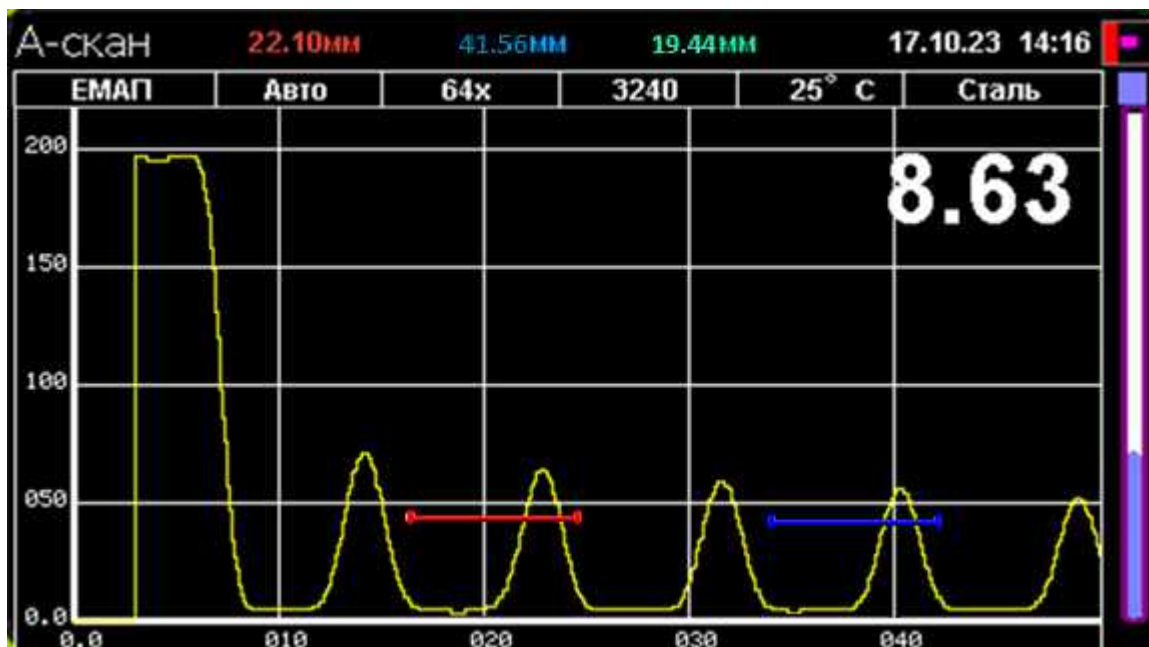
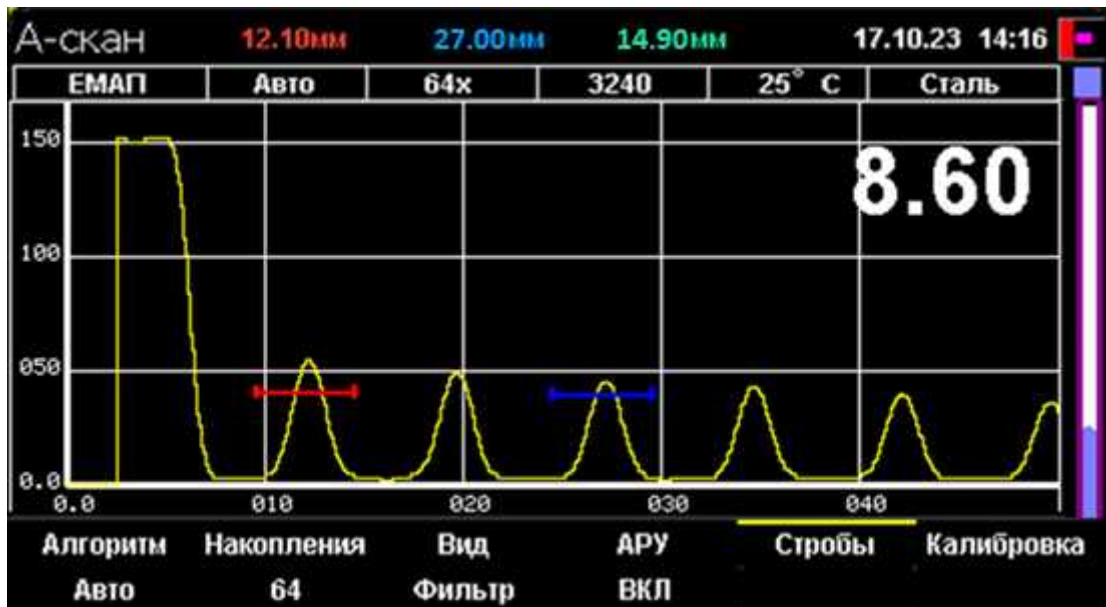

Рисунок 3.1 – Внешний вид окна «А-скан»
Рисунок 3.4 – Отображение информации по стробам
2.4.1 В верхней части окон «Толщина» (Рисунок 2.2) и «А-скан» (Рисунок 3.1) отображаются текущие настройки прибора:
3.2.1 Окно «А-скан» (Рисунок 3.1, Рисунок 3.4) применяют для контроля изделий сложной формы, изделий, изготовленных при помощи литья, а также подверженных сильной коррозии.